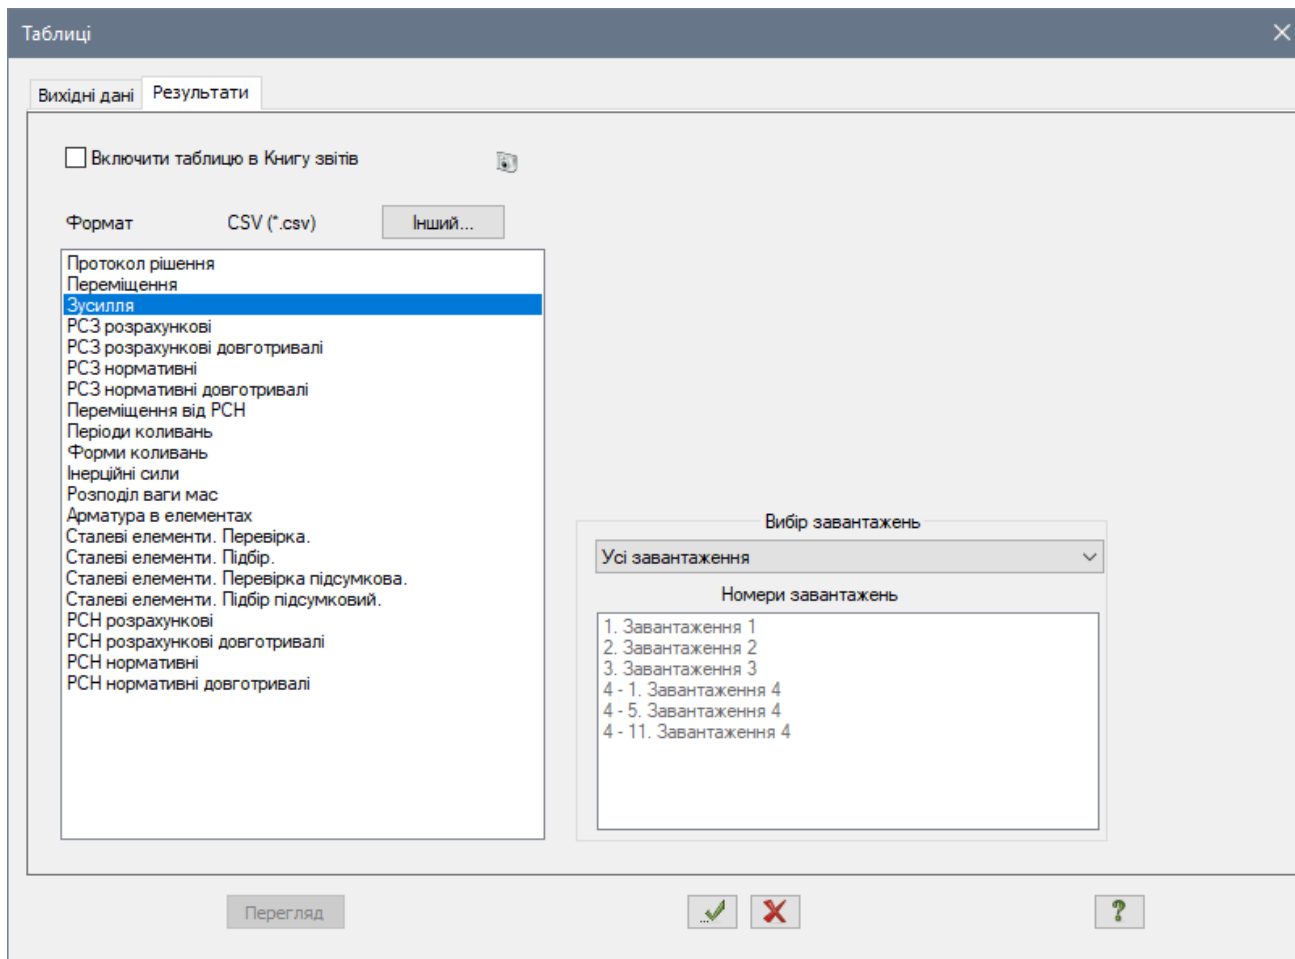

Рис. 4.34. Діалогове вікно Таблиці
- Після цього в діалоговому вікні **Таблиці** (рис. 4.34) виділіть рядок **Зусилля**.